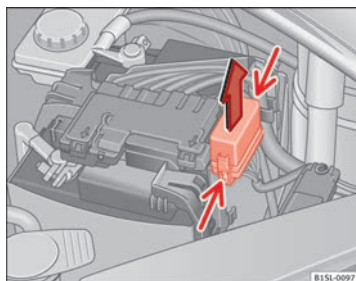

Fig. 150 No compartimento do motor: tampa da caixa de fusíveis.
- Pressione as patilhas de bloqueio no sentido indicado pela seta (setas finas) para desbloquear a tampa da caixa de fusíveis ⇒ Fig. 150.